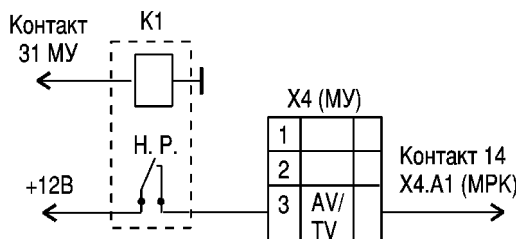

рис. 2
визору. В модуле дистанционного управления МУ-56 (55) при переходе в режим AV на контакте 3 Х4 появляется напряжение +4...+5 В, которое управляет платой внешней коммутации ПВК-41-1. Но этого напряжения не достаточно для переключения телевизора в режим AV: на ПВК-41-1 необходимо подать напряжение управления, не меньшее +12 В. Поэтому в МУ-56 (55) следует провести доработку (рис. 2): напряжение с контакта 3 Х4 подается на реле К1, срабатывающее от напряжения 5 В при минимальном токе срабатывания. Автор применяет герконовое реле типа РГК-15.